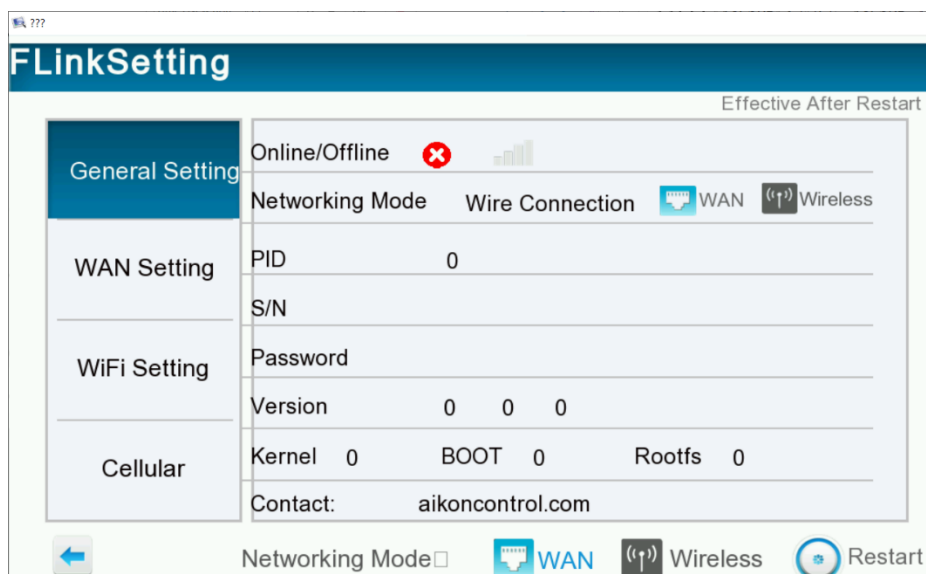

Рисунок 7. Меню системных настроек.
16. Кнопка перехода в меню системных настроек (Рисунок 7).